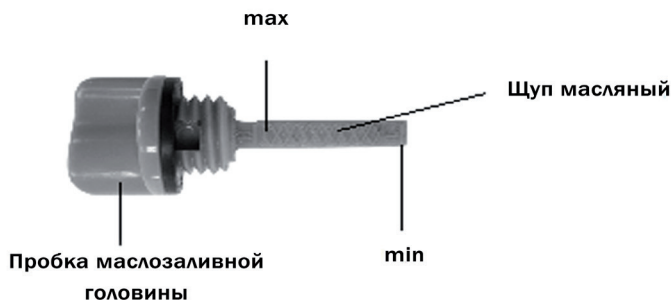

Рис. 6
3. Извлеките щуп и проверьте уровень масла. Он должен находиться между верхней и нижней отметкой контрольного щупа ближе к верхней отметке (max) (Рис.6). В случае необходимости долейте свежее моторное масло;